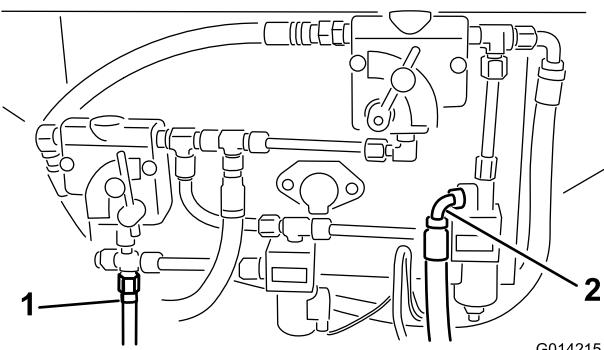
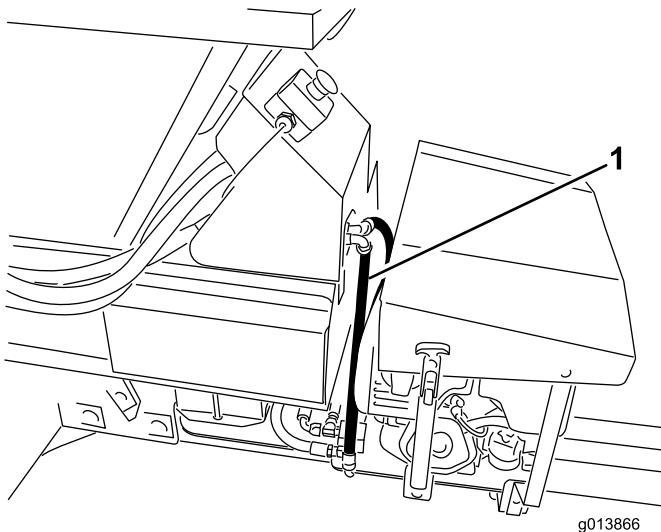

Bild 14
Bild 17
39. Identifizieren Sie die Druck- und Rücklaufanschlüsse am ProPass-Grundmodell. Siehe Bild 14 für SH-Versionen und Bild 15 für EH-Versionen.
40. Wenn der Druck- und Rücklaufschlauch bereits an den Stellen angeschlossen sind, die in Bild 14 und Bild 15 dargestellt sind, entfernen Sie sie.
41. Schließen Sie die Hydraulikschläuche am hydraulischen Bedienfeld an. Siehe Bild 14 und Bild 16 für SH-Versionen und Bild 15 und Bild 17 für EH-Versionen.